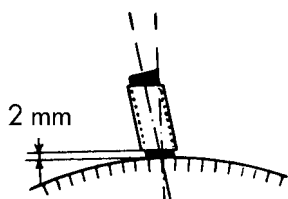

Fig. 1
- Ajuste la distancia entre el portaescobillas y el colector, que debe ser de entre 2 y 3 mm (fig. 1).